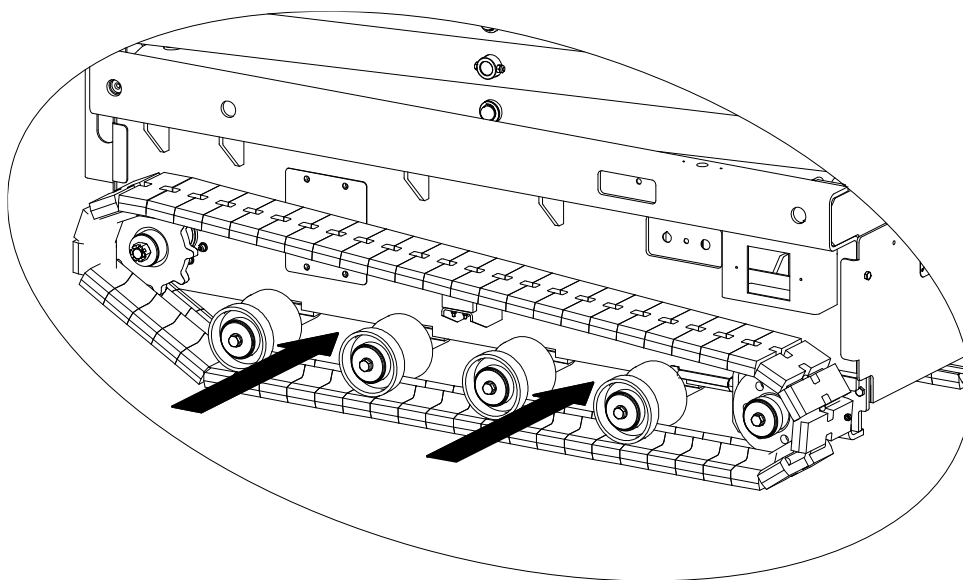
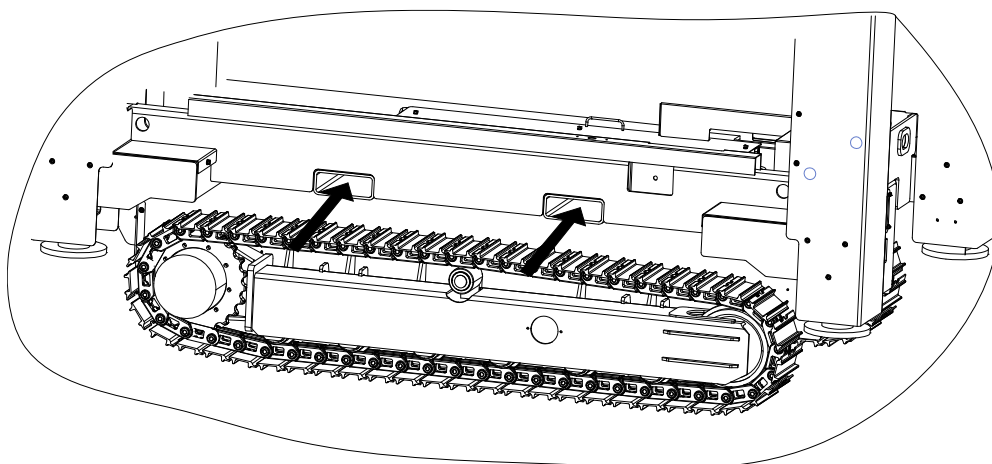

Рисунок 4-4 Схема отверстий для вилочного погрузчика ZS0610C/ZS0508C
Рисунок 4-5 Схема отверстий для вилочного погрузчика ZS1216C
- 3) Используйте выемку для вилочного погрузчика с левой или правой стороны кузова машины, см. Рисунок 4-4 до Рисунок 4-5 ;